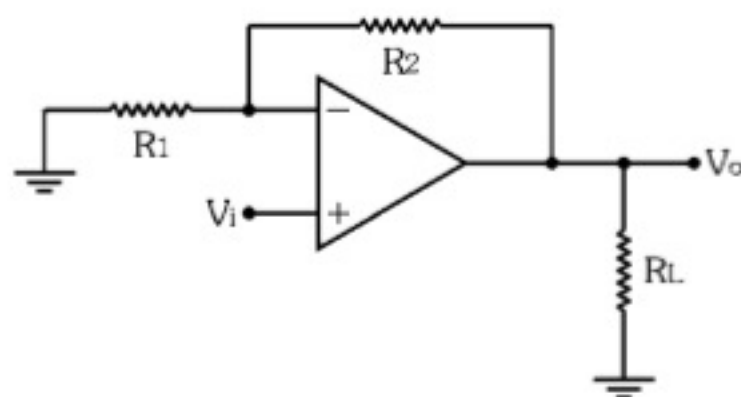

Figura 8.11 - Aplicação do amplificador não inversor.
1) Dado o circuito da Figura 8.11, determine a forma de onda da tensão de saída.